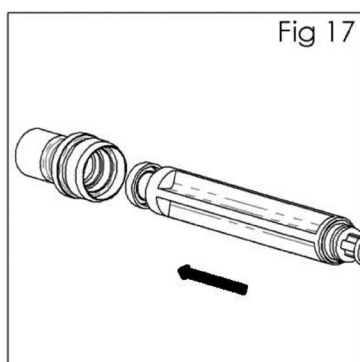

Fig 17
15. Installez le nouveau joint (22) sur l'outil d'entretien (44). La rainure doit être orientée vers l'extérieur. Enfoncez le joint (22) dans le logement (27). (Voir fig. 17).
16. Remontez les pièces restantes dans l'ordre inverse — soupape (20), ressort (21), logement (27) et serrez avec une clé hexagonale de 6 mm le ressort (29) du pointeau (24) et le bouton (28). Remettez la gâchette (39) en installant le goujon (40) et en revissant la vis de la gâchette (38) avec l'outil Star T20.
17. Appuyez à fond sur la gâchette et vissez le bouton de réglage de produit (28) jusqu'à l'arrêt. Desserrez ensuite de ½ tour afin que le pistolet dispose de toute la course du pointeau.